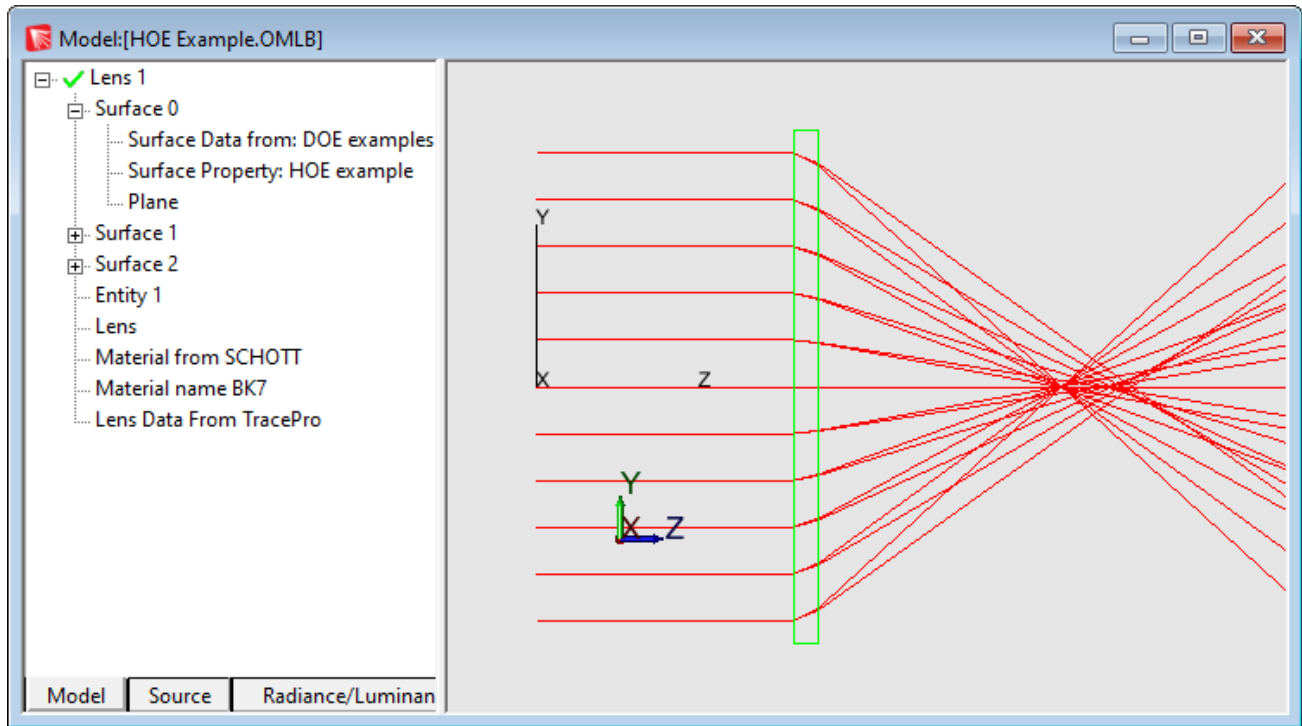

Figure 10. 波長 $0.5461\mu\text{m}$ と $0.633\mu\text{m}$ のHOE光線追跡
10. 光線追跡し、図10に示すように、2つの波長がレンズエレメントから異なる距離で焦点を結ぶことを観察します。